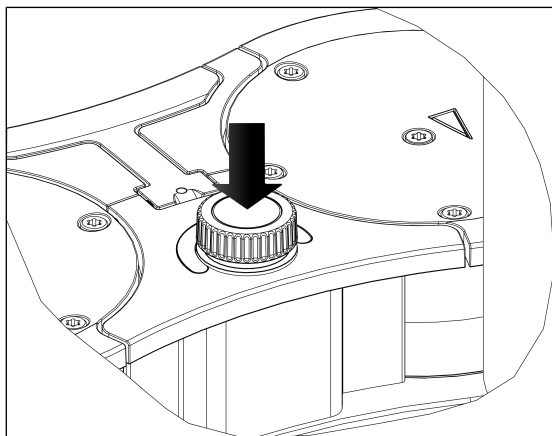

Fig. 8: Avvio ed arresto della modalità pompaggio del sistema per vuoto con il pulsante / la manopola
- Avviare la modalità pompaggio del sistema per vuoto premendo il pulsante / la manopola (vedere Fig. 8).